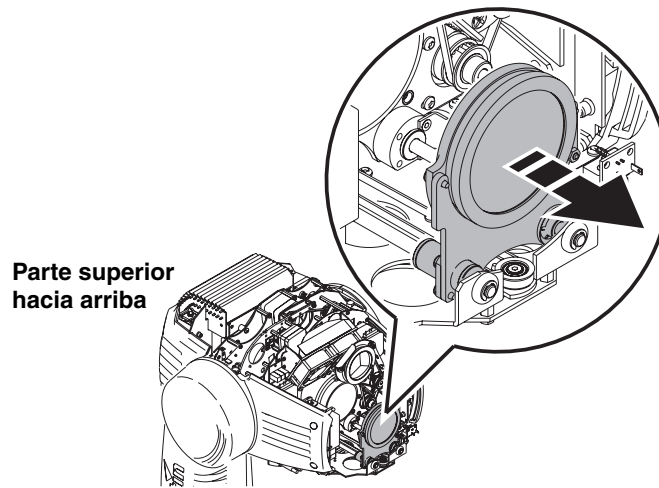

Figura 16: Mover la lente de zoom hacia adelante
4. Posicionar la cabeza de forma que se disponga de acceso desde arriba. Cogiendo la lente de zoom por abajo, deslizarla hasta extraerla de su límite por la parte frontal del aparato como muestra la Figura 16.